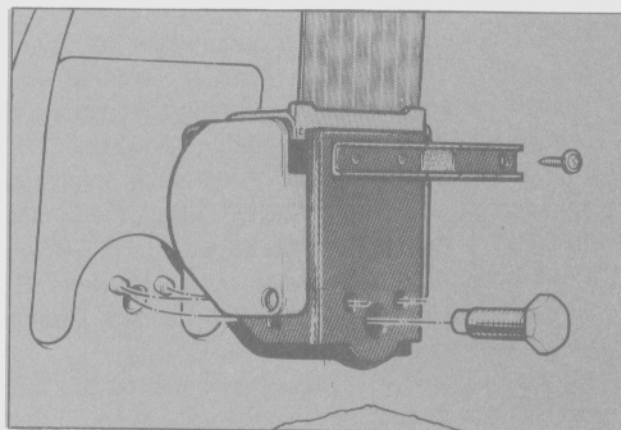

Fig. 41 - Alineación del mecanismo modelo XR4.
- Alinear el mecanismo con la/s guía/s de montaje del mismo (Figs. 41 y 42).